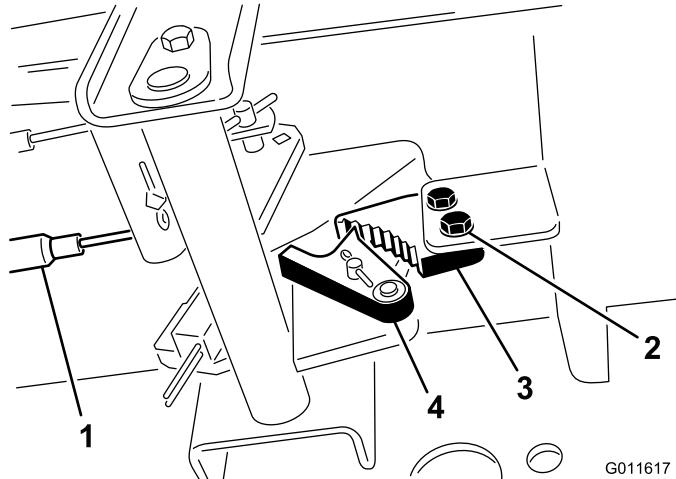

Figura 66
1. Allentate le due viti che fissano il nottolino del freno di stazionamento al telaio (Figura 66).
2. Premete in avanti il pedale del freno di stazionamento finché il fermo non s'innesta completamente nel nottolino del freno (Figura 66).